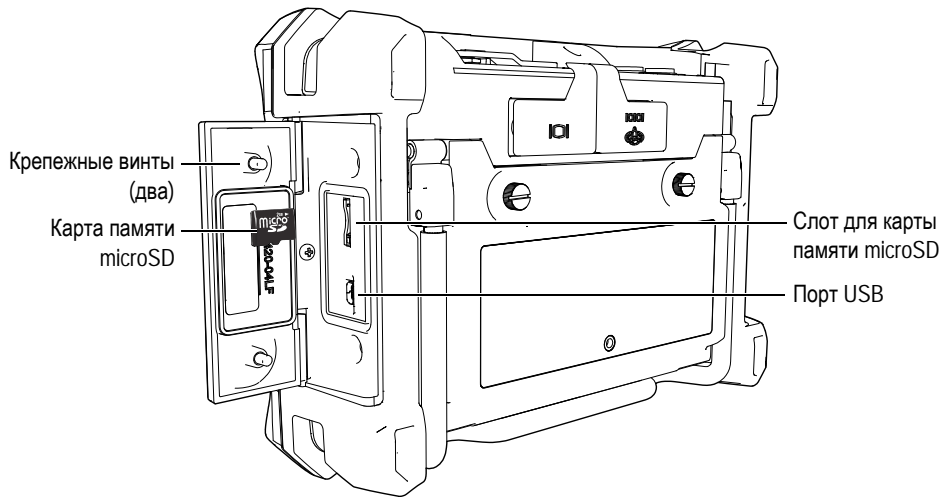

Рис. 1-13 Установка карты памяти microSD
2. Ослабьте крепежные винты (2) и откройте дверцу отсека вводов-выводов на боковой панели NORTEC 600 (см. Рис. 1-13 на стр. 34).